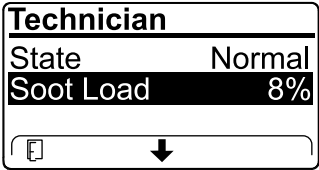

Figura 27
- Veja a carga de fuligem que é medida como percentagem de fuligem no DPF (Figura 27); consulte a tabela de carga de fuligem.